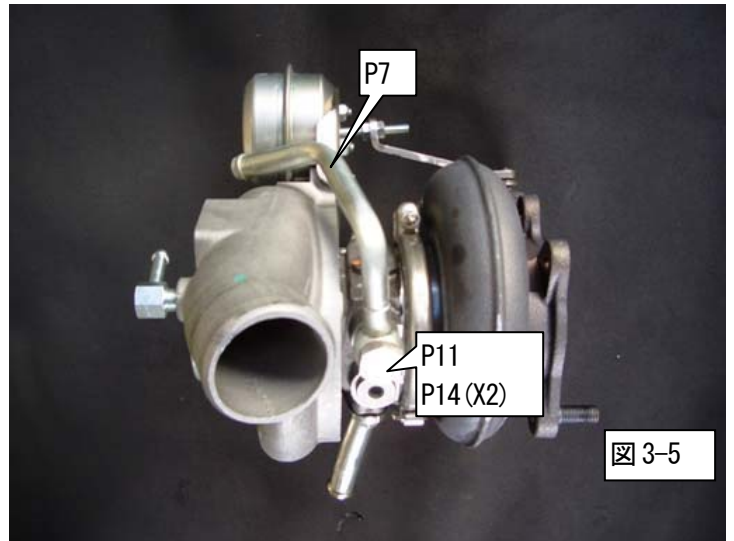

図 3-5
(9) ターボチャージャー Assy にバンジウ No.2 と純正水冷配管ホースを取付けてください。(図 3-5)